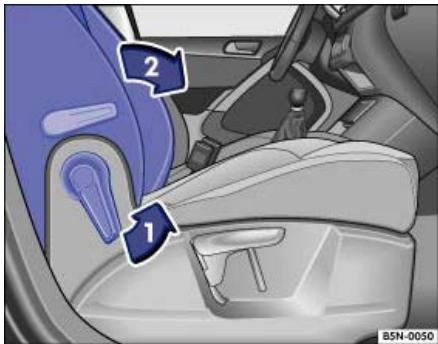

Abb. 72 Beifahrersitzlehne vorklappen.
- Beifahrersitzlehne in Pfeilrichtung ⇒ Abb. 72 (1) entriegeln.
- Beifahrersitzlehne in Pfeilrichtung ⇒ Abb. 72 (2) nach vorn in die waagerechte Position klappen.
- Zum Zurückklappen Beifahrersitzlehne erneut entriegeln ⇒ Abb. 72 (1).